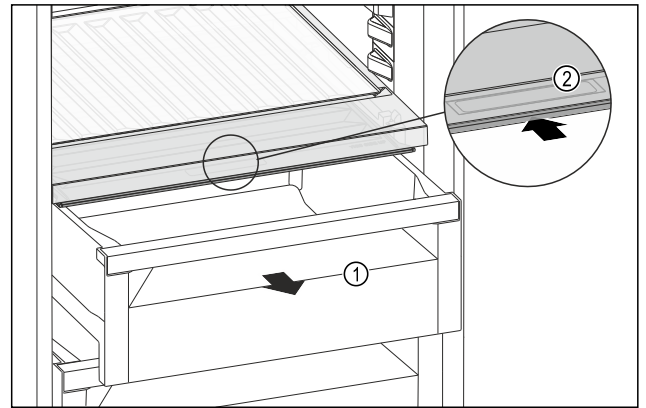

Fig. 118
- ▶ Schubfach Fig. 118 (1) herausziehen.
- ▶ Griffmulde Fig. 118 (2) am Fachdeckel anfassen und Fachdeckel gleichzeitig nach hinten schieben.